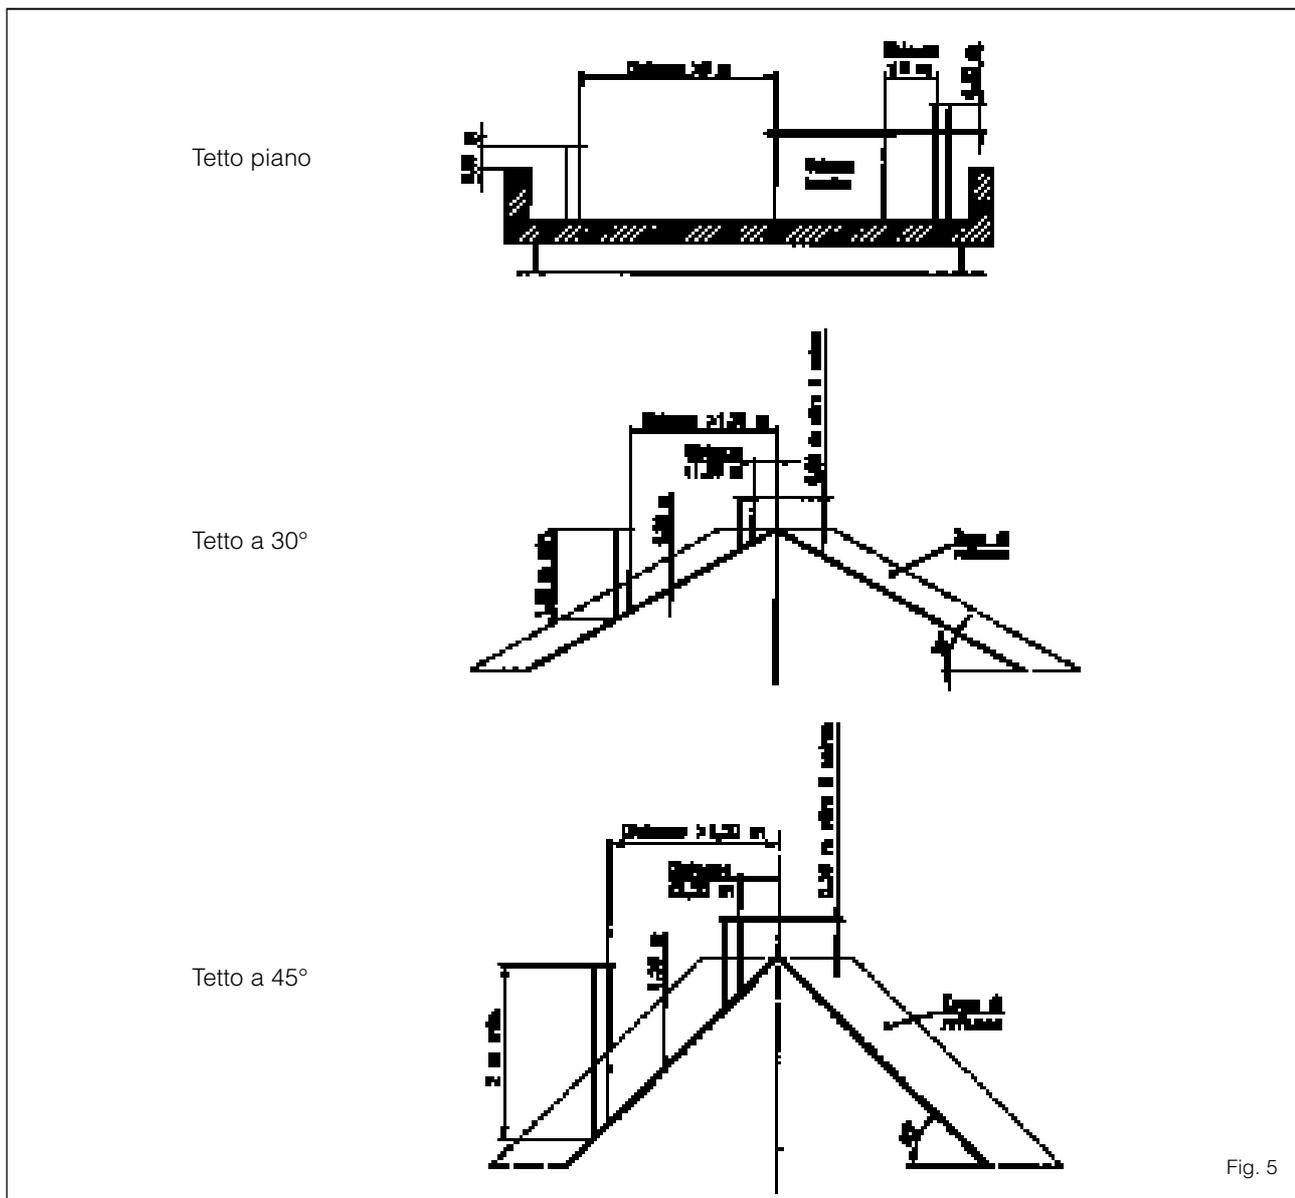

Fig. 5
- essere dotata alla sommità di un comignolo, il cui sbocco deve essere al di fuori della cosiddetta zona di reflusso al fine di evitare la formazione di contropressioni, che impediscano il libero scarico nell'atmosfera dei prodotti della combustione. È necessario quindi che vengano rispettate le altezze minime indicate in fig. 5;